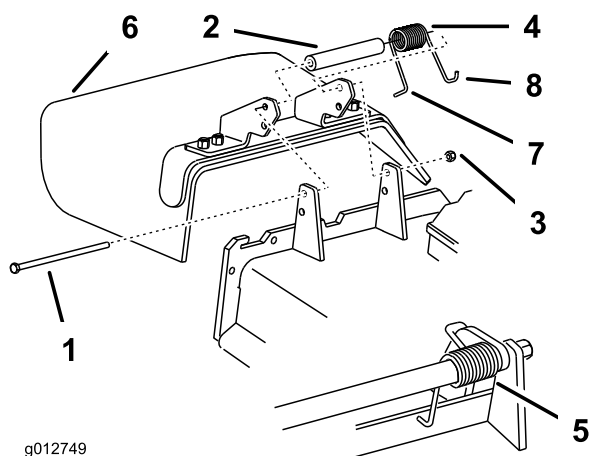

Figura 88
1. Retire la contratuerca, el perno, el muelle y el espaciador que sujetan el deflector a los soportes de pivote (Figura 88). Retire el deflector de hierba dañado o desgastado.
Nota: Asegúrese de colocar el extremo en **L** del muelle detrás del reborde de la plataforma antes de instalar el perno, según se muestra en la Figura 88.
3. Instale el perno y la tuerca. Coloque el extremo en **J** del muelle alrededor del deflector de hierba (Figura 88).